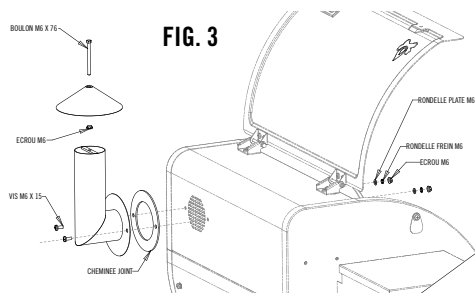

**FIG. 2**
2. Assembler les roues sur les pieds comme illustré à la Fig. 2.